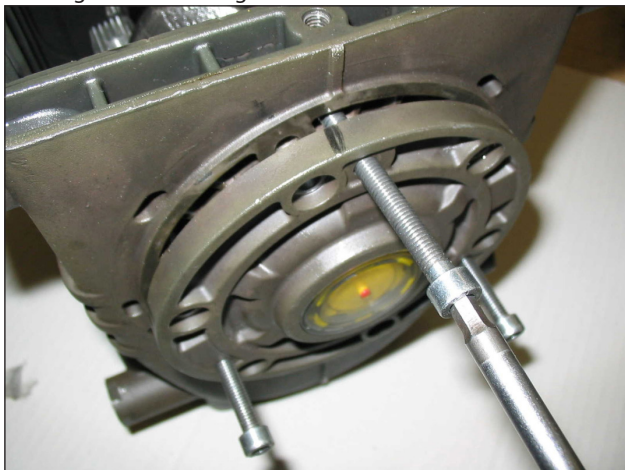

Abb. 3
- die seitlichen Deckel anhand von 3 Schrauben M6x50 mit Innengewinde als Abzieher, die in die Gewindebohrungen eingeführt werden gemäß Abb. 3.